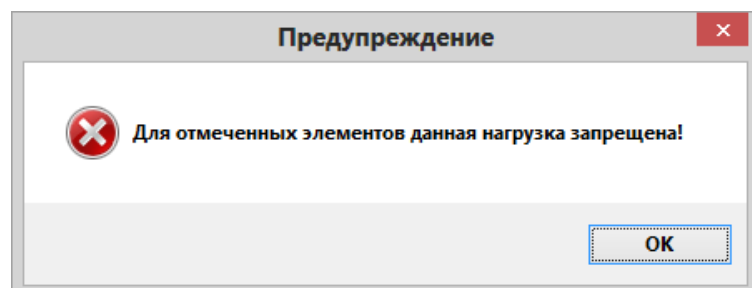

Рис.7.19. Диалоговое окно **Предупреждение**
- На экране появляется диалоговое окно **Предупреждение** (рис.7.19) в котором щелкните по кнопке **ОК**.